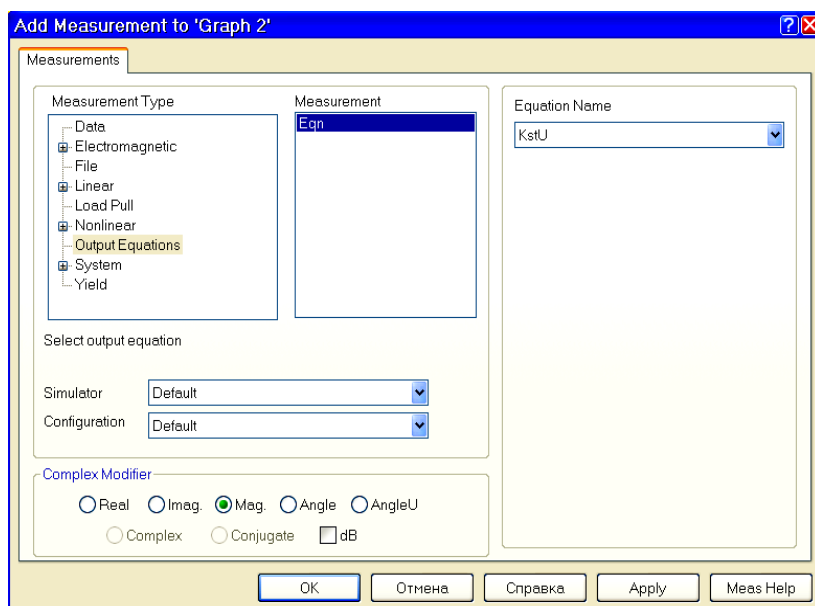

Рис. 3.45
4. В открывшемся окне (рис. 3.45) выберите **Output Equations** в области **Measurement Type**. В поле ввода **Equation Name** выберите **KstU**, щёлкнув по кнопке справа. Отметьте